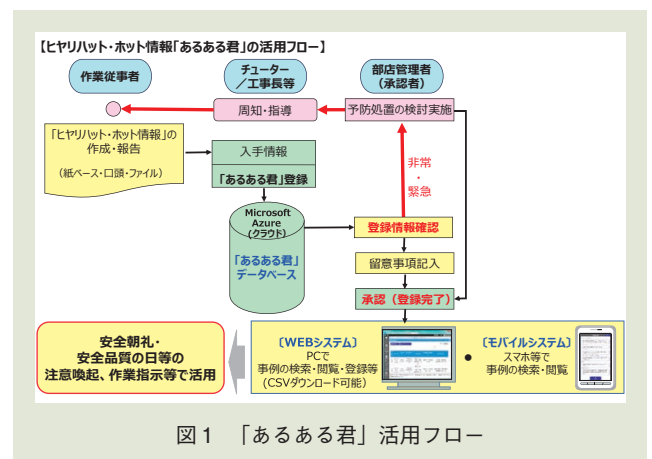

図1 「あるある君」活用フロー
- ①メニューのプルダウン化
- ②検索機能の充実
- ③モバイル端末での現場KY利用、などシステムを更改したことでさらに積極的な登録につながっています（図1）。